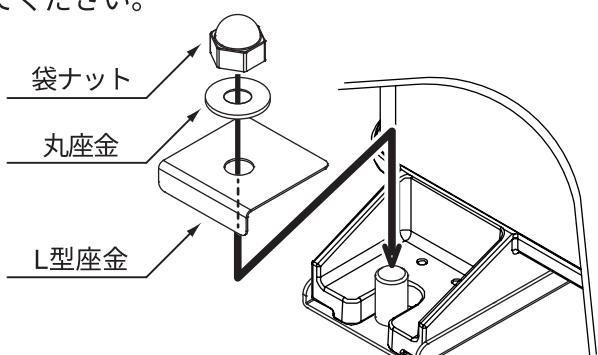

図4) 蓄電池本体の固定
- ・下図4) のように、屋内設置用金具に付属の袋ナット、および、L型座金、丸座金で固定します。